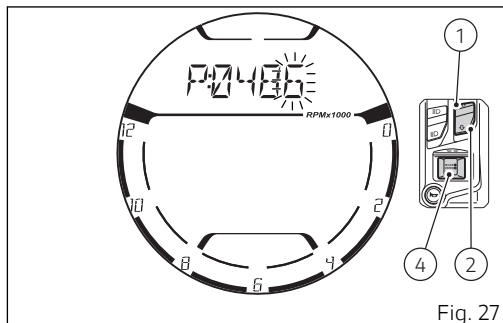
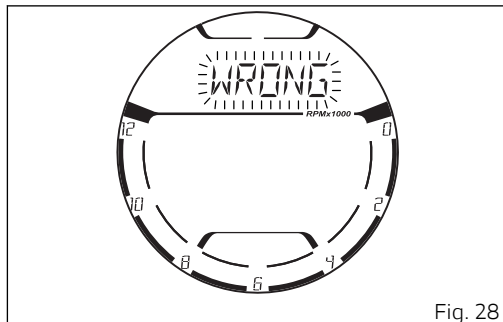

Fig. 27
Fig. 28
Presionando el pulsador (4) se confirma la primera cifra y se pasa automáticamente a configurar la siguiente cifra, así hasta la cuarta y última cifra (Fig. 27).
Una vez configurada la cuarta cifra, presionando el pulsador (4) (Fig. 27), el salpicadero controla si el PIN CODE introducido corresponde al memorizado. En el caso en que no corresponda, el display visualiza durante 3 segundos la inscripción parpadeante "WRONG" (Fig. 28).